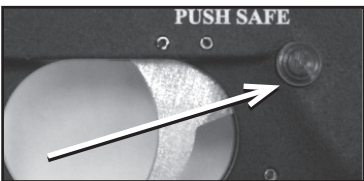

Figure 1 : Emplacement de la sûreté de la détente
- **POUR ACTIVER LA SURETÉ DE DÉTENTE (MODE SÉCURITÉ) : PUSSEZ LE BOUTON DE SÉCURITÉ COMME MONTRÉ DANS FIGURE 1.**